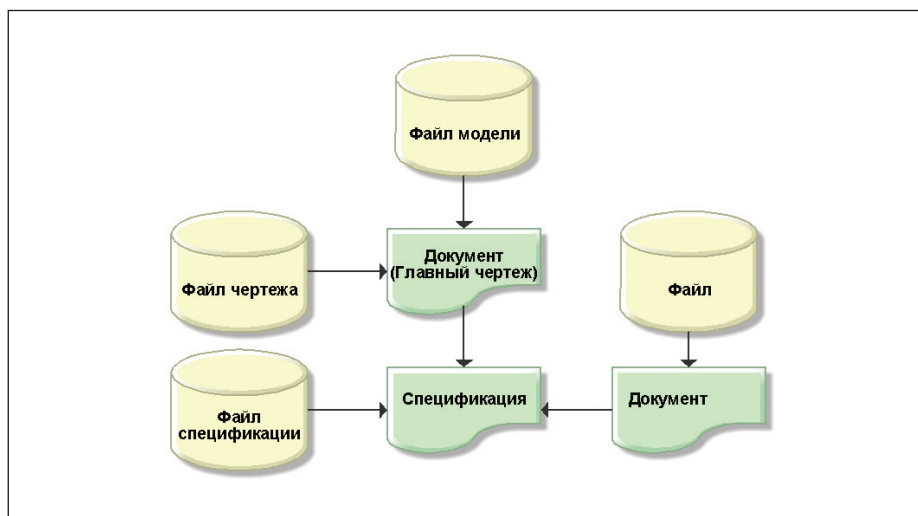

Рис. 5. Способ №2 хранения файлов в файловом составе документов TechnologiCS
- 2. Файл модели и файл чертежа содержатся в файловом составе одного документа TechnologiCS (рис. 5). Этот способ является универсальным и применим как для 3D CAD-систем, так и для 2D CAD-систем.